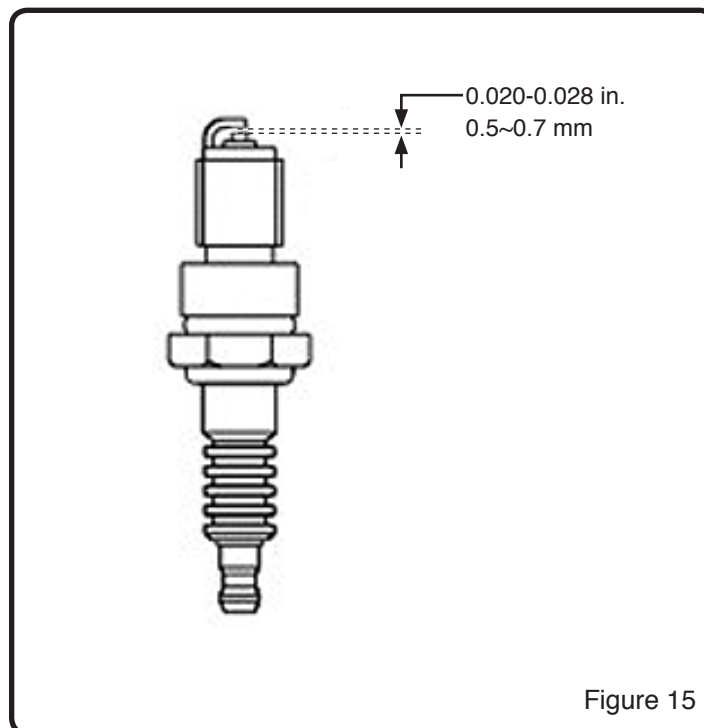

Figure 15
6. Vérifiez que l'écartement de la bougie d'allumage mesure 0.5-0.7 mm (0.020-0.028 po). (Figure 15)